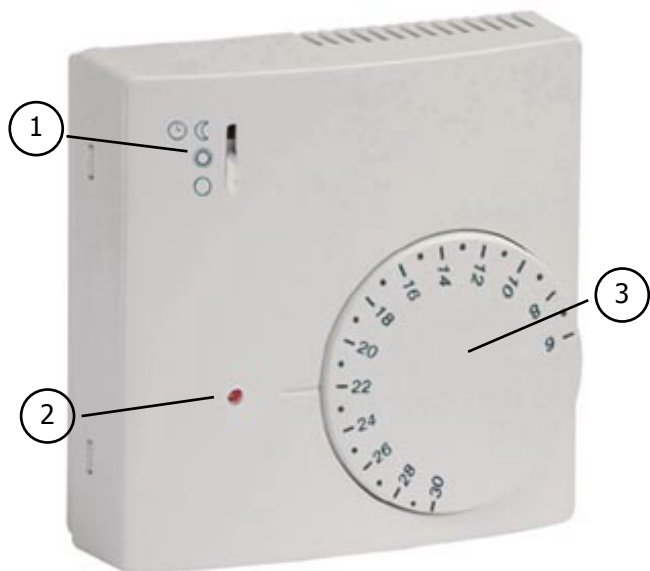
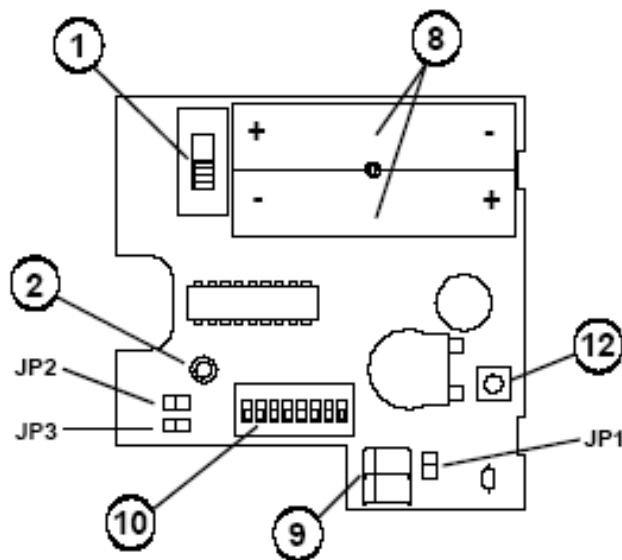

Рис. 1 Внешний вид
Рис. 2 Внутреннее устройство
Термостат может управлять системами нагрева или охлаждения: выбор системы определяется внутренней переключкой (джампером) JP3 (Рис. 2).
В режиме нагрева термостат включает по выделенному каналу выход реле когда температура в помещении ниже установленной на задатчике 3 (Рис. 1). Если температура повышается выше установленной, на реле будет подан сигнал на отключение. Это действие будет произведено с гистерезисом 0,3°C. Гистерезис - установленный параметр, который не может быть изменен.
понижения температуры на 3°C, которая активизируется установкой переключателя 1 (Рис. 1) в верхнее положение. Эта функция используется для экономии энергии, например в ночное время.
При установке переключателя 1 (Рис. 1) в положение "комфорт" (центральное), термостат будет регулировать температуру без любого понижения, согласно установленного значения. В положении переключателя "выкл" выходы реле всегда будут находиться в положении "выкл". Обратите внимание, что даже в положении переключателя "выкл" термостат все равно передает сигналы "выкл" приемнику. Это сделано для того, чтобы отличить эти сигналы от сигналов нормального выключения и
Термостат работает от двух батарей типа AAA1,5V и красный светодиод (2) (Рис. 1) информирует о необходимости замены. При нормальной работе светодиод всегда выключен, а при снижении степени зарядки батарей, он мигает приблизительно один раз в 20 секунд. Для увеличения срока службы батарей время между двумя последовательными передачами сигнала может быть установлено 3 или 10 минут джампером JP2 (Рис. 2). В системах нагрева/охлаждения необходимо удалить джампер, чтобы обеспечить наиболее быструю передачу сигнала. В общих системах нагрева (например, нагрев этажа) 10-ти минутный интервал обеспечивает хорошую точность и надежность температурного регулирования.
На передней панели термостата (Рис. 1) расположены:
На Рис. 2 показано внутреннее устройство термостата
Снимите крышку термостата как описано в главе "Механическое описание". Установите соответствующий адрес в переключателе адресов (10) (Рис. 2). Адрес может быть выбран любой, но принимая во внимание несколько термостатов, установленных поблизости, все приборы должны иметь различные адреса во избежание сбоя данных. Смотрите также примечание А Вставьте батареи соблюдая полярность. Не используйте старые батареи или другого типа.
При установке батарей впервые красный светодиод (2) загорится приблизительно на 2 секунды. Это говорит о правильной установке пригодных к применению батарей и о корректной работе термостата (Индикатор загорается таким же образом при нажатии на кнопку сброса (12) (Рис. 2).
Как только найдено оптимальное положение переключатель (1) (Рис. 1) необходимо переместить в положение "КОМФОРТ" или "ПРОГРАММА" чтобы закончить тестирование и выйти в рабочий режим.
Этот термостат не нуждается в электропроводке. Однако для подключения внешнего датчика нужно использовать клеммы (9) (Рис. 2). Способ выбора типа датчика описан далее.
При применении внешнего датчика необходимо удалить джампер JP1 (Рис. 2) и присоединить к клеммам (9) выводы этого датчика. Если нет необходимости в использовании внешнего датчика, установите этот джампер. В этом случае будет работать внутренний датчик.
Батареи должны быть заменены на новые когда красный индикатор (2) (Рис. 1) мигает приблизительно один раз в 20 секунд. Они должны также заменяться даже если переключатель (1) термостата находится продолжительное время в положении "выкл".
Чтобы заменить батареи, откройте термостат, удалите их и вставьте новые соблюдая полярность ("+" и "-"). На Рис. 2 показано расположение батарей.
После вставки батарей, а также в любое время можно выполнить их проверку методом нажатия на кнопку сброс (12) (Рис. 2). (Переключатель (1) в это время не должен находиться в положении "выкл", иначе включится режим тестирования). Светодиод (2) включится на 2 секунды, показывая правильность установки батарей и правильную работу термостата.
С помощью этого приложения вы узнаете, как правильно установить адрес термостата. На Рис. 2 показан переключатель (10) для установки адреса, который состоит, в свою очередь, из 8-ми микропереключателей. Каждый такой микропереключатель имеет два положения: 0 - нижнее и 1 - верхнее. Положение микропереключателя всегда может быть измененным вверх или вниз с помощью маленького инструмента. Следующее изображение поясняет различные комбинации.